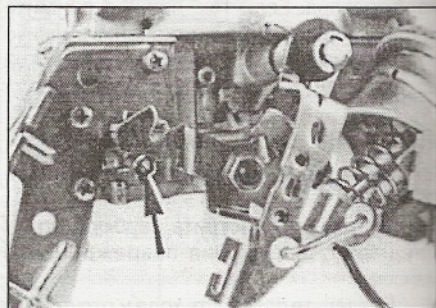

Рис. 4.5 Местоположение регулировочного винта "качества" смеси холостого хода (указан стрелкой)
5. Проверьте уровень СО. Снимите заглушку и отрегулируйте винтом качества, если необходимо. Заворачивание винта снижает уровень СО и наоборот (рис. 4.5).